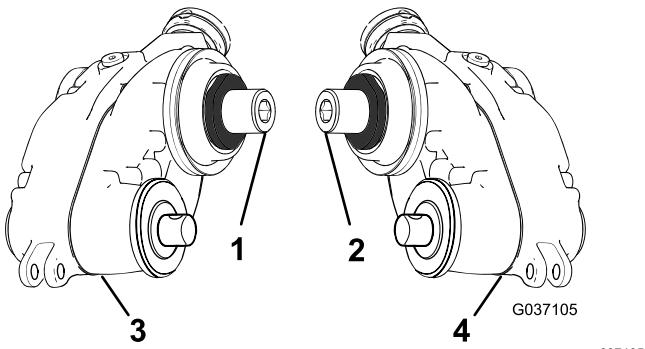

Figura 6
- Identifique las cajas de transmisión de groomer derecha e izquierda; consulte la Figura 6.